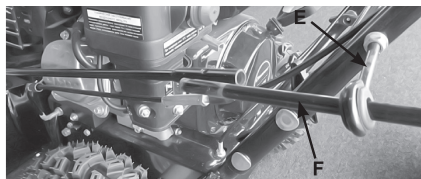

Рис.5
- Установите в рабочую рукоятку кронштейн (Е) для крепления рычага поворота желоба. Установите в кронштейн (Е) верхнюю часть рычага поворота желоба (F) Рис.5.